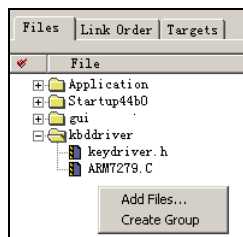
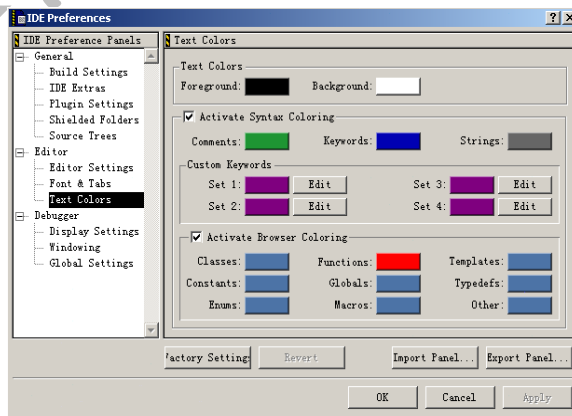

图 2-17 工程所有相关的文件加入
图 2-18 更改文本编辑的颜色
(7) 到此，在 ADS 1.2 中的基本设置已经完成，按“OK”按钮完成设置。可以将该新建的空的的项目文件作为模板保存起来。首先，要将该项目工程文件改一个合适的名字，如 S3C2410 ARM.mcp 等，然后，在 ADS 1.2 软件安装的目录下新建一个合适的模板目录名，如 S3C2410 ARM Executable Image，再将刚刚设置完的 S3c2410 ARM.mcp 项目文件存放到该目录下即可。
(8) 新建项目工程后，就可以执行菜单 Project|Add Files 把和工程相关的所有文件加入，ADS 1.2 不能自动进行文件分类，用户必须通过 Project|Create Group 来创建文件夹，然后把加入的文件选中，移入文件夹。或者在文件添加区，单击鼠标右键，如图 2-17 所示。先选“Add Files”选项，加入文件，再选 Create Group 选项，创建文件夹，然后把文件移入文件夹内。读者可根据自己习惯，更改 Edit|Preference 窗口内关于文本编辑的颜色、字体大小，形状，变量、函数的颜色等设置，如图 2-18 所示。